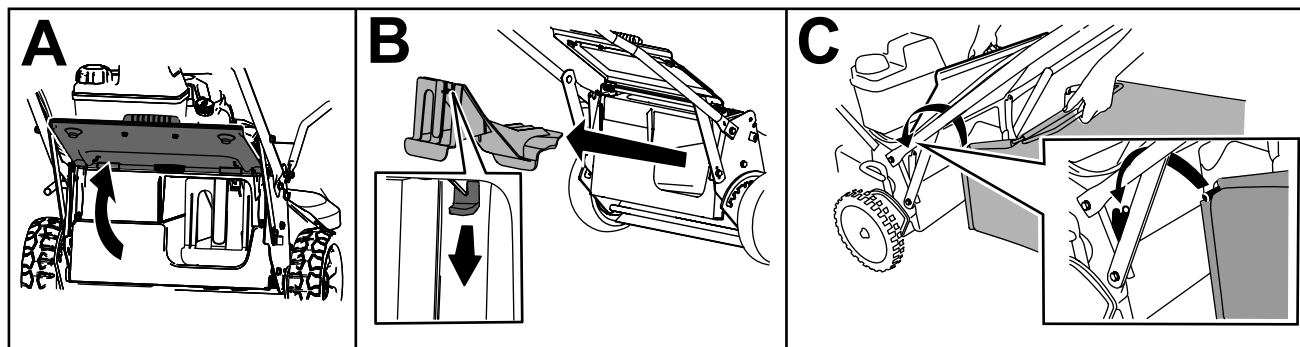

Figura 21
1. Ridicați i meninei ridicat deflectorul spate (A din Figura 21).
2. Îndeapărtai capacul evacuării posterioare trăgând în jos clichetul cu degetul i îndeapărtând capacul de pe maină (B din Figura 21).
3. Instalezi tija sacului în canelurile de la baza mânerului i deplasați sacul înainte i înapoi, pentru a vă asigura că ai fixat tija în pările inferioare ale celor două caneluri (C din Figura 21).